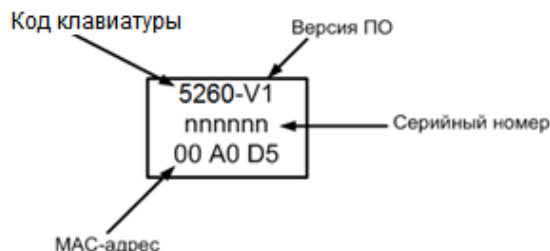

Рисунок 7 – Шильдик
- в поле «MAC адрес» введите трехбайтовый MAC-адрес, напечатанный на шильдике клавиатуры (см. Рисунок 7).
В режим раздельного управления отображение зон и разделов организовано постранично. Навигация между страницами осуществляется «перелистыванием» страниц (касание в области зон/разделов и безотрывное проведение влево или вправо) или нажатием на кнопки, номера которых соответствуют номерам страниц: «», «» и т.д. (см. Рисунок 7).